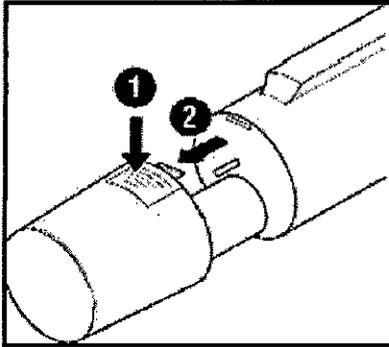

Figura 6. Retirar el bloque de pilas
2. Tire con cuidado del bloque de pilas para separarlo del mango. NO gire el bloque de pilas (vea la Figura 6).